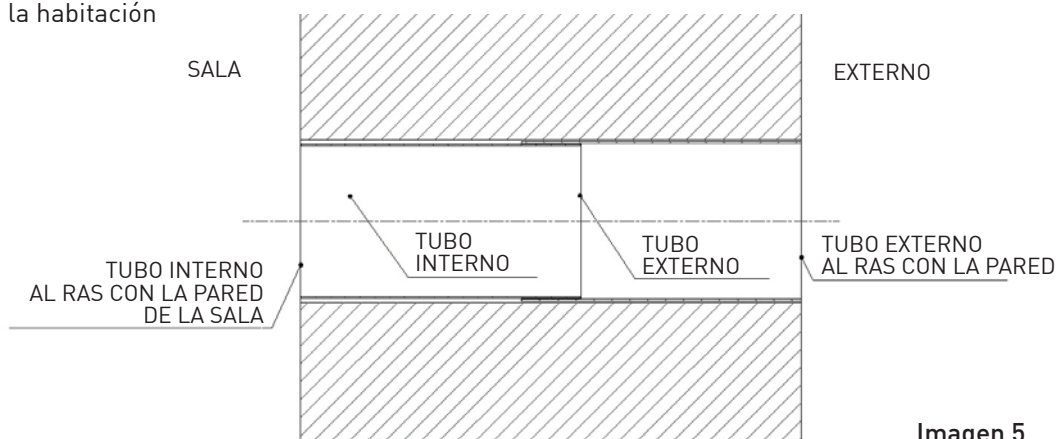

Imagen 5
4. Delice el tubo interior con respecto al tubo exterior hasta que quede al ras con la pared de la habitación (Imagen 5)